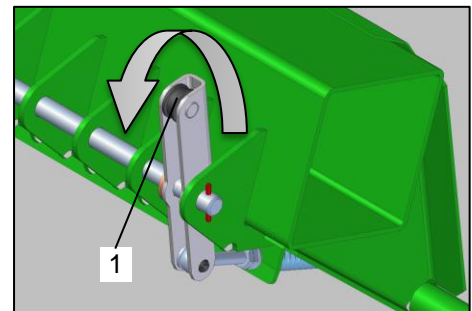

Bild 119: Messersicherung
- Kontrollieren Sie die Messersicherung. Die Führungsrollen der Messersicherung (Bild 119 / Pos. 1) müssen dabei einen leichtgängigen Lauf aufweisen.
- Ölen Sie die Führungsrollen (Bild 119 / Pos. 1).